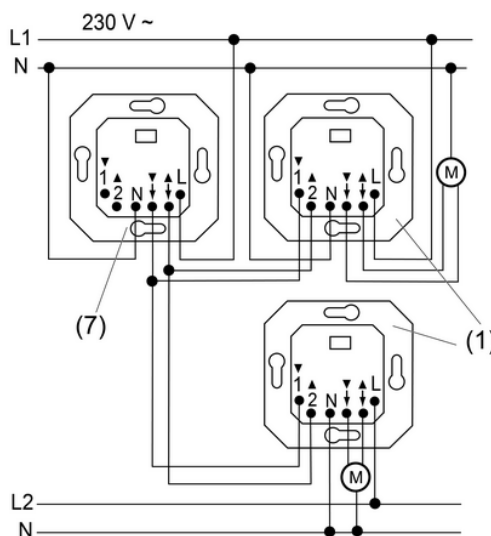

Рисунок 3: Пример подключения в групповую систему управления
Вставка жалюзи может быть объединена в групповую систему управления (рисунок 3) или для управления на месте (1), или в качестве центрального прибора (7).
- Подключите вставку жалюзи, как показано на примере (рисунок 3). При этом вставки жалюзи могут находиться и на разных внешних проводах.